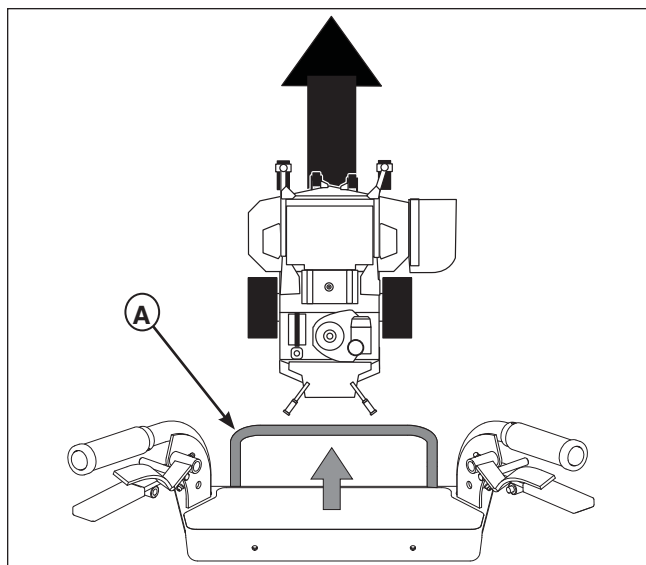

Figura 3. Spostamento in avanti
MARCIA AVANTI E IMPOSTAZIONE DELLA VELOCITÀ AVANTI (vedere Figura 3)
2. Spostare delicatamente la leva di comando della velocità avanti (A, Figura 3) fino a quando non si ottiene la velocità desiderata.